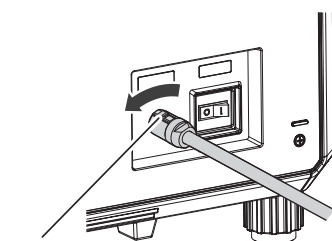

Fig. 1
- 2) Tournez le connecteur du cordon d'alimentation dans le sens anti-horaire tout en faisant glisser le levier de verrouillage vers vous (Fig. 1) et retirez le connecteur de la borne <AC IN> du projecteur (Fig. 2).